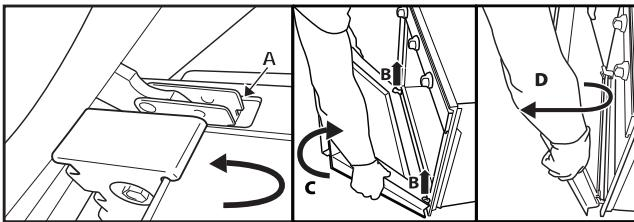

Fig. 2
3. Închideți ușa cât mai mult (A), ridicați-o (B) și roțiți-o (C) până când se deblochează (D) (Fig. 2).